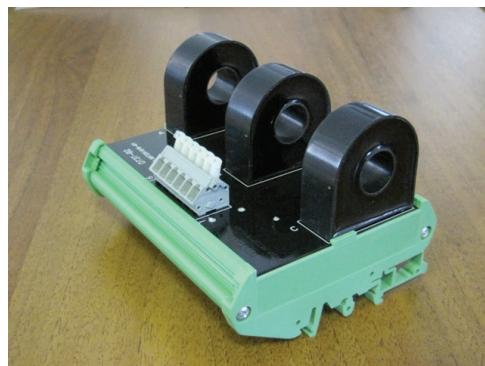

Рис. 2 – Датчик тока ДТЗТ
- Датчик токов ДТЗТ (ABMP.423141.003) – предназначен для измерения главных токов ВВ, имеет три канала преобразования тока от ТТ энергообъекта в напряжение (-2.5.. +2.5 В). Внешний вид датчик показан на Рис. 2.